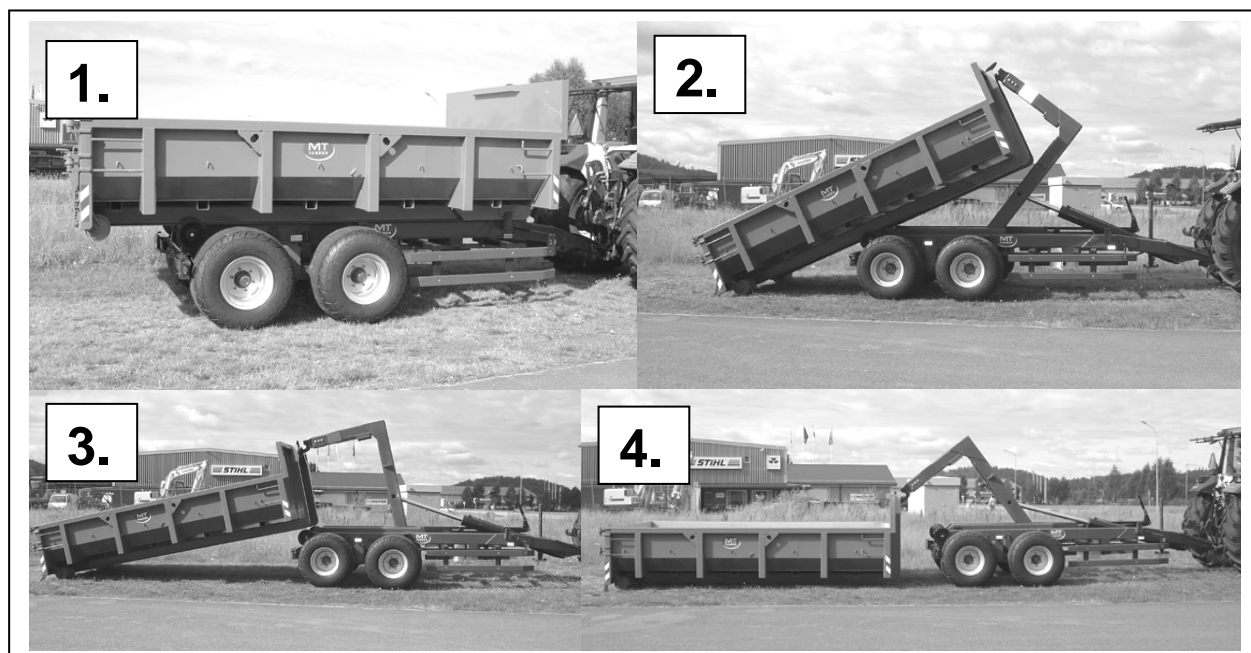

Bild 10 – Att lasta av ett flak från växlarvagnen (Bilden visar MT8-12).
2. Sänk ned boggieblockeringarna mot boggivaggorna, lås med sprinten i lämpligt håll. Boggieblockeringen är till för att hindra att traktorn lyfts upp när man drar upp tunga flak. Vid växling av tomma flak behövs i regel inte boggieblockeringen. Börja att lyfta armen från parkeringsläge (Bild 10, Pos. 1).
4. När stödrullarna på flaket tar i marken (Bild 10, Pos. 2), börja att sakta köra traktorn framåt i samma hastighet som krokarmen rör sig. Underlag, lutning och markförhållanden får avgöra om traktorn ska backas eller följa med framåt när flaket lastas av.
5. Kontrollera under hela tiden att flaket lämnar chassit och inte fastnar (Bild 10, Pos. 3). Sänk ned flaket helt mot marken.
6. Sänk ned och haka loss kroken från bågen. Vik tupp armen och ställ den i parkeringsläge om inte ett nytt flak omedelbart ska dras upp. (Bild 10, Pos. 4).